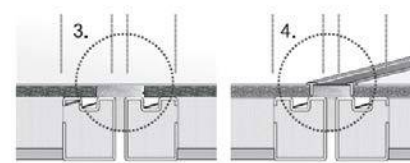

Bild 8 Modulverbindung – Boden, Varianten
- a) Bodenplatte bis zum Rahmenrand, unter die Bodenplatte wird die Blechleiste „L“ ein-geschoben. In die entstandene Fuge wird einen Gummidichtung (pilzförmig) in grauer Farbe, vor dem Zusammenziehen mit Verbindungsschrauben, eingesetzt (Bild 8).